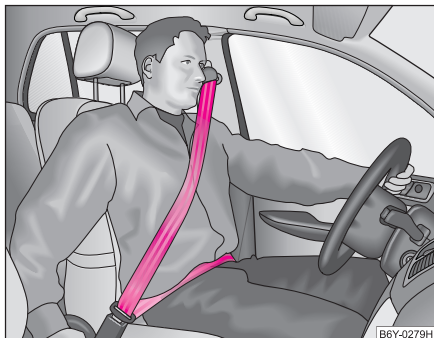

Abb. 103 Gurtbandverlauf des Schulter- und Beckengurts
- Der Schultergurt-Teil darf niemals über den Hals verlaufen, sondern muss ungefähr über die Schultermitte verlaufen und gut am Oberkörper anliegen. Der Beckengurt-Teil muss vor das Becken gelegt werden, darf nicht über den Bauch verlaufen und muss immer fest anliegen → Seite 128, Abb. 103. Das Gurtband gegebenenfalls ausrichten.